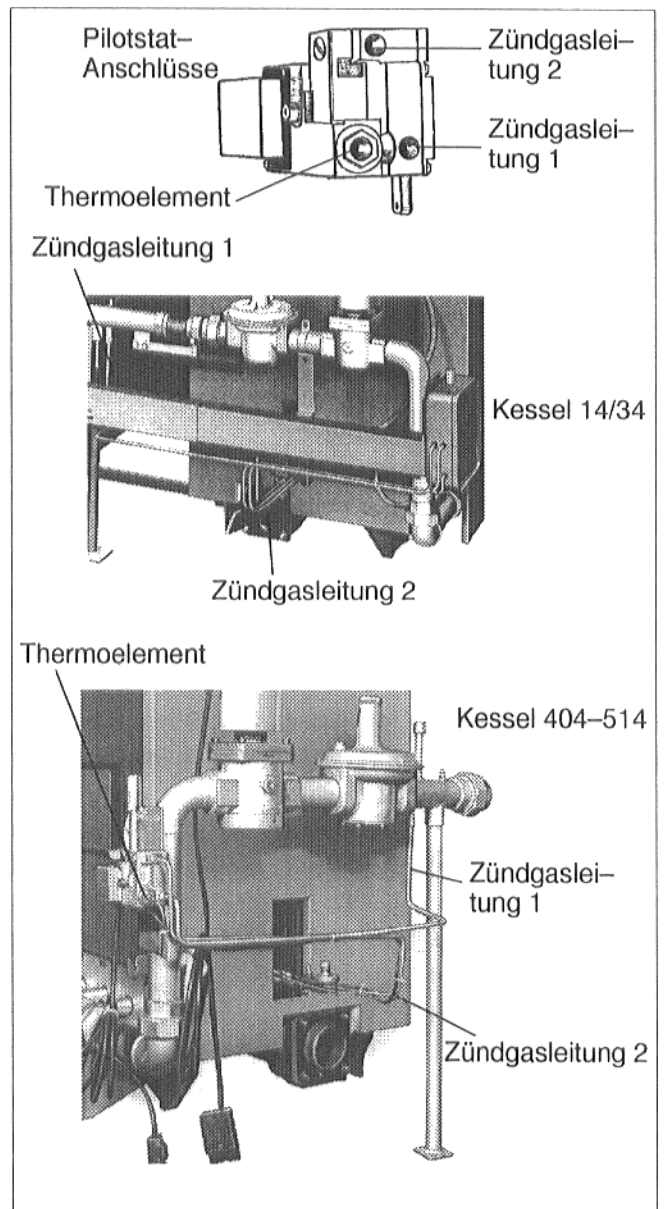

Abb.2: Kessel 14/34
- Zündgasleitung 1 an der Gasstraße und am Pilotstaten abschrauben (Abb.2)
- Zündgasleitung 2 zum Zündgasbrenner und Thermoelement am Pilotstat abschrauben (Abb. 2).